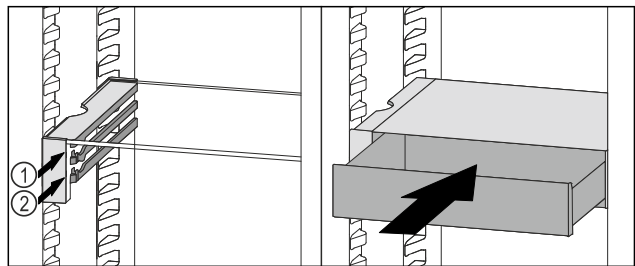

Fig. 103
- ▶ Установите выдвижной ящик VarioSafe за стопоры на требуемый выступ Fig. 103 (1) или Fig. 103 (2).